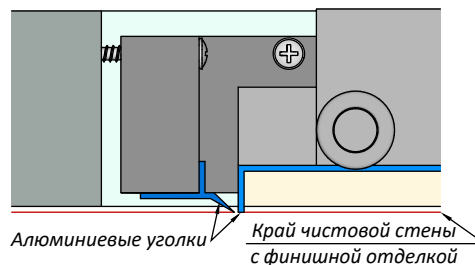

Рис. 1 (вид сверху)
- 3.** Расположите люк в проём, выровняйте его так, чтобы край выступающих алюминиевых уголков на люке был в одной плоскости с чистой стеной (с учетом финишной отделки) (Рис.1,2).
Край алюминиевого уголка на люке будет служить маяком для финишной отделки (Рис.1,2).